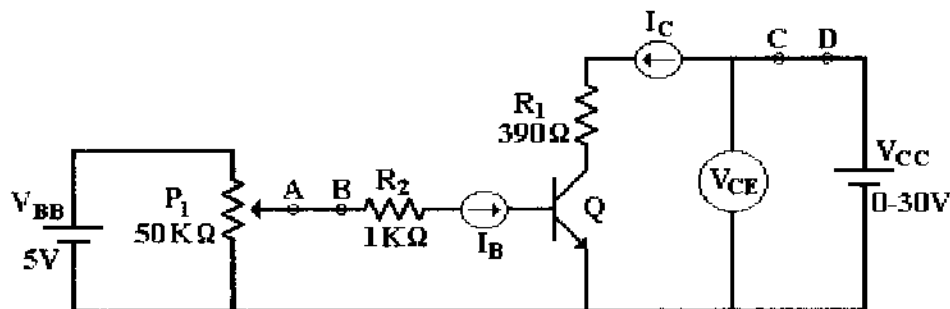

Figura 1.3
a) Arme el circuito de la figura 1.3 y ajuste  $V_{CC} = 0$ , abra el circuito entre el punto A y B y cierre el circuito entre los puntos C y D. Varie  $V_{CC}$  hasta conseguir los valores de  $V_{CE}$  indicados en la tabla 1 y anote las lecturas de  $I_C$  correspondientes.